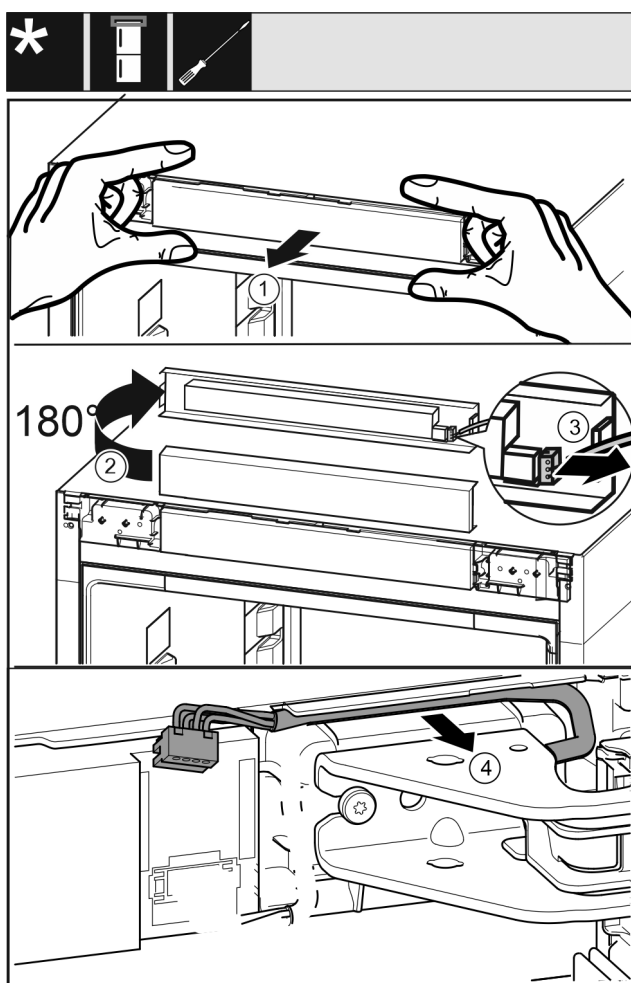

Fig. 9
- ▶ Desfaceți spre înainte cu precauție masca de operare a aparatului. Fig. 9 (1)
- ▶ Rotiți masca de operare în sus cu 180°. Fig. 9 (2)
- ▶ Apăsăți ciocul de fixare spre înapoi și extrageți cu precauție fișa. Fig. 9 (3)
- ▶ Desfaceți cu precauție cablul deasupra suportului de lagăr din ghidaj. Fig. 9 (4)